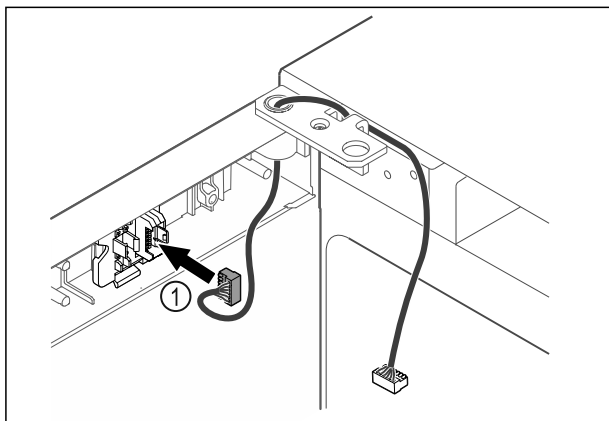

Fig. 49
- ▶ Stekker Fig. 49 (1) in steckerhouder steken.